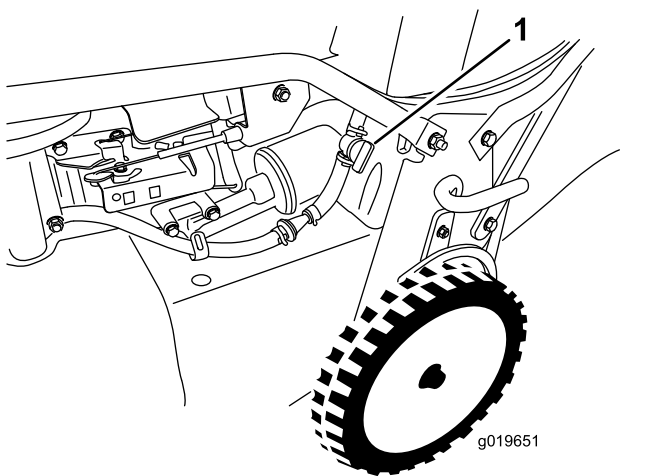

Figura 18
2. Abra la válvula de combustible (Figura 18).